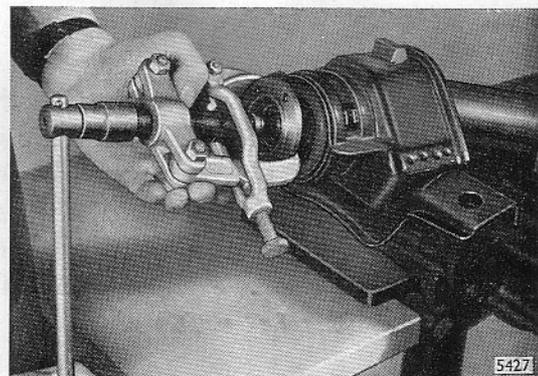
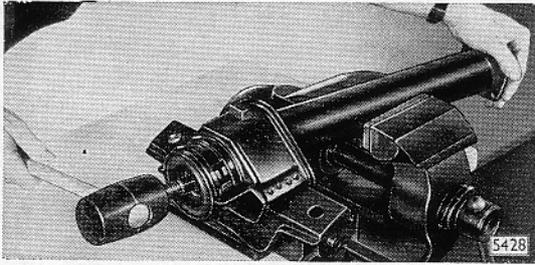

Bild B 33 - Flansch von Antriebskegelrad-Verlängerungswelle abziehen
Bild B 34 - Antriebskegelrad-Verlängerungswelle aus Hinterachsverlängerung heraus schlagen
2. Flansch mit entsprechendem Kukko-Abzieher und unter Verwendung der Schutzhülse von S-1056 von Antriebskegelrad-Verlängerungswelle abziehen (Bild B 33). Welle aus Hinterachsverlängerung herausziehen, gegebenenfalls mit Kunststoff- oder Weichmetallhammer herausschlagen (Bild B 34).